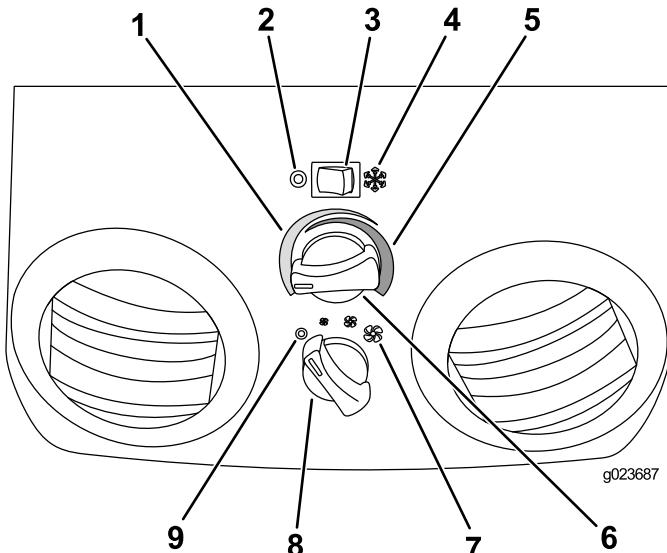

Figura 64
1. Presione el interruptor del AIRE ACONDICIONADO hacia la derecha para moverlo a la posición de ENCENDIDO (Figura 64).
3. Gire el mando de la TEMPERATURA hacia la izquierda hasta que llegue a la temperatura deseada (Figura 64).
4. Ajuste la VELOCIDAD DEL VENTILADOR a baja, media o alta (Figura 64).
1. Mueva el interruptor del AIRE ACONDICIONADO a la izquierda para APAGAR el aire acondicionado (Figura 64).
3. Gire el mando de la TEMPERATURA hacia la derecha hasta que llegue a la temperatura deseada (Figura 64).